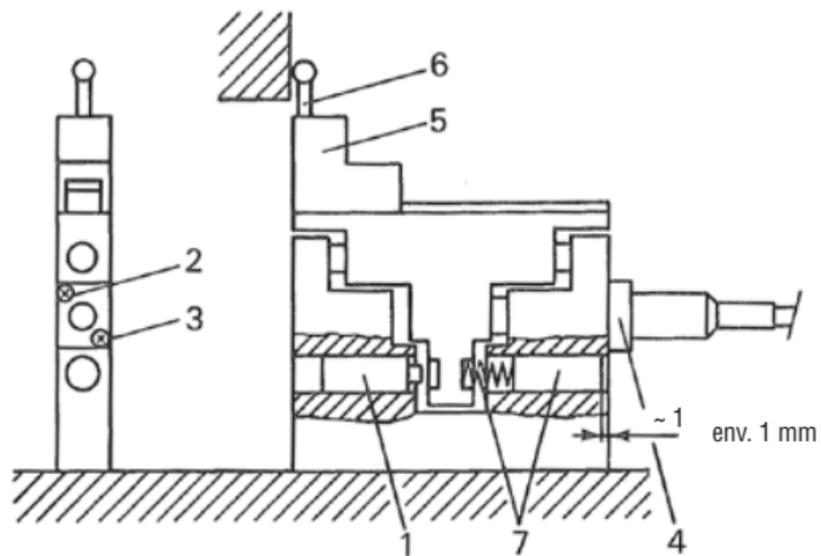

Fig. 5.
La force de mesure est obtenue au moyen du ressort de compression **7** (Fig. 5). En exécution standard, la force de mesure est de 2 N au point zéro électronique. D'autres forces de mesure s'obtiennent par l'échange de l'ensemble « support/ressort » **7** (Fig.5), dont la couleur correspond à la force nominale. Des ressorts pour les forces suivantes sont disponibles :
3. Régler la vis de butée **1** (Fig. 5) de manière à ce que le palpeur soit approximativement à son zéro électronique (le réglage d'usine est fait de telle manière que la partie mobile du palpeur est centrée par rapport à la partie fixe au zéro électronique).
4. Monter le porte-touche **5** et la touche **6**. Aligner et serrer la touche de mesure **6** (Fig. 5).
- Déplacer la bobine mobile **4** (Fig. 5), au moyen des deux vis **2** et **3** (Fig. 5), jusqu'à ce que le palpeur se trouve dans une zone d'environ ± 10 microns du zéro électronique. Il faut agir alternativement avec les vis **2** et **3**, car la vis **2** sert de butée axiale, et la vis **3** assure le serrage de la bobine **4**. Lorsque l'ajustement est pratiquement terminé, la vis **3** doit être serrée en dernier lieu (afin d'assurer le blocage de la bobine).